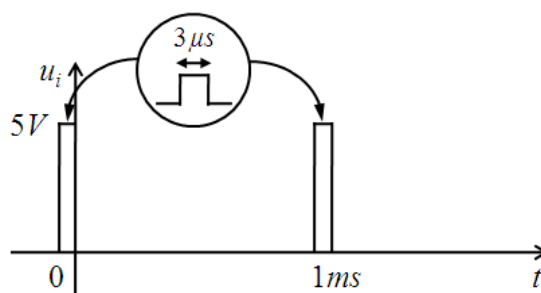

图 3.5
- 2) 零输入响应的输入信号如图 3.5 所示，幅度为 5V ，周期为 1ms ，脉宽为 $3\mu\text{s}$ 。